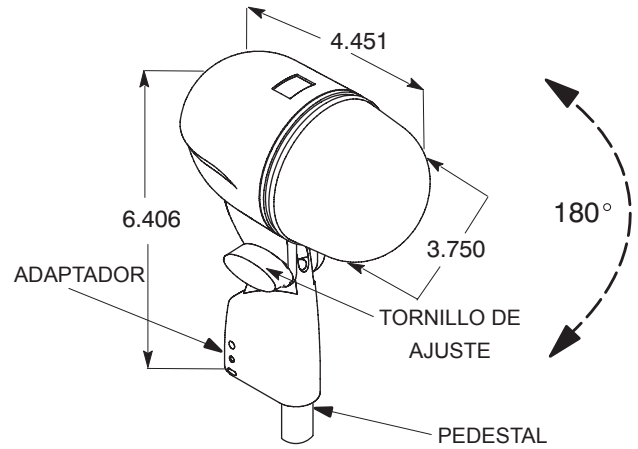

FIGURA 3
1. Atornille el adaptador incorporado en el extremo de un pedestal para micrófonos (vea la Figura 3). Ajuste la altura del pedestal según sea necesario. Asegúrese que el tornillo de ajuste de adaptador este flojo.